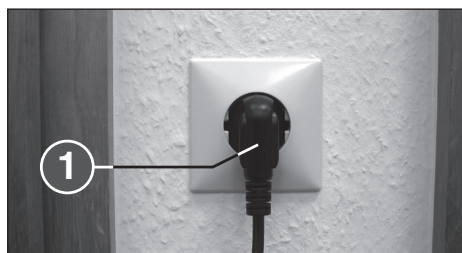

Fig. 2
- Conecte, utilizando el cable suministrado, el terminal de corriente del aparato a una toma de corriente alterna (1) (Fig. 2) (ver las indicaciones sobre el fusible previo necesario del tomacorriente en “CARACTERÍSTICAS TÉCNICAS”).
- 1 = Clavija de enchufe a la red (Fig. 2)**